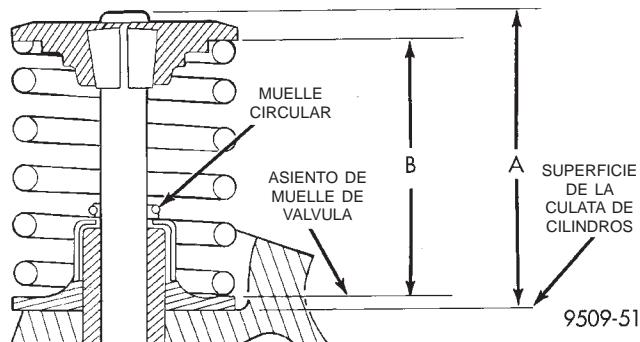

Fig. 108 Altura de instalación de muelle y dimensiones de la punta de válvula al asiento de muelle
punta de válvula a 43,51 - 44,57 mm (1,71 - 1,75 pulg.) para la válvula de escape y a 45,01 - 46,07 mm (1,77 - 1,81 pulg.) para la de admisión por encima del asiento del muelle cuando esté instalada en la culata (Fig. 108). Tal vez se necesite volver a esmerilar el chaflán de la punta de válvula, para evitar averiar la junta, cuando se instale la válvula.
(3) Instale los muelles de válvula y retenes. Oprima los muelles de válvula sólo lo suficiente como para instalar los seguros, cuidando de no desalinear la dirección de compresión. Los vástagos de válvulas con melladuras pueden producir el desalineación del compresor de muelle de válvula.
(4) Verifique el muelle de válvula instalado en la altura B después de rectificar la válvula y el asiento (Fig. 108). Asegúrese de que las mediciones se tomen desde la parte superior del asiento de válvula hasta la superficie inferior del retén de muelle. Si la altura es mayor que 40,18 mm (1,58 pulg.), instale un separador de 0,762 mm (0,030 pulg.) debajo del asiento de muelle de válvula, para que el muelle vuelva a tener la altura de la especificación.
(5) Instale los ejes de balancín tal como anteriormente se describió en esta sección.
(6) Verifique el juego en seco. El juego en seco es la cantidad de luz que existe entre el círculo de base de una leva instalada y el rodillo del balancín, cuando se drena el aceite del regulador y éste queda totalmente oprimido. El juego en seco específico es de 1,17 mm (0,046 pulg.) para la admisión y de 1,28 mm (0,050 pulg.) para el escape. Despues de realizar la verificación del juego en seco, vuelva a llenar de aceite el regulador y deje pasar 10 minutos para que los reguladores se purguen, antes de hacer girar la leva.